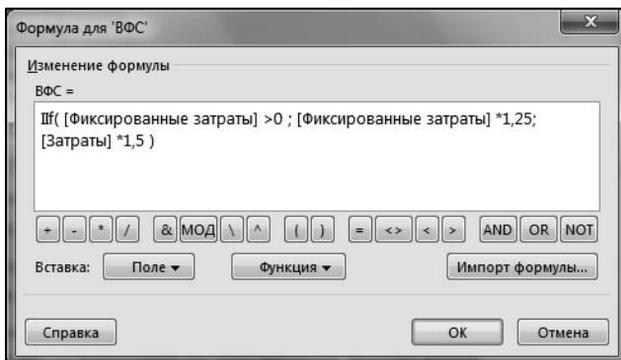

Рис. 7.18. Вид окна с описанием функции для вычисления значения пользовательского поля **ВФС**
5. Для построения формулы нажать кнопку **Формула**. Открываемое при этом окно будет аналогично показанному на рис. 7.18, но поле **Изменение формулы** в нем будет не заполнено.
12. Не меняя положения курсора, ввести с клавиатуры символы $*1,5$. Это сформирует правило вычисления показателя **ВФС** в случаях, когда проверяемое функцией **ИИ** логическое условие не будет выполняться. Это завершит описание формулы. Сформированное при этом окно показано на рис. 7.18.